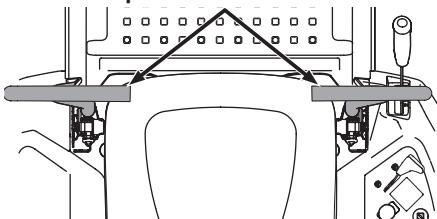

Figura 20
1. El operador debe estar sentado en el asiento del tractor con las palancas de control de la transmisión de barras de seguridad completamente hacia afuera en la posición de estacionamiento. Consulte la Figura 20. Consulte la sección Prácticas de operación con el tractor para obtener más instrucciones.